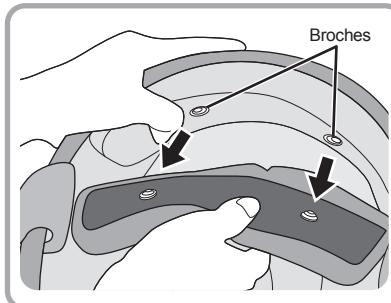

Fig. 2
2. Desabroche los dos broches de presión de la parte posterior del casco y entonces se puede quitar completamente el acolchado (Fig. 2).